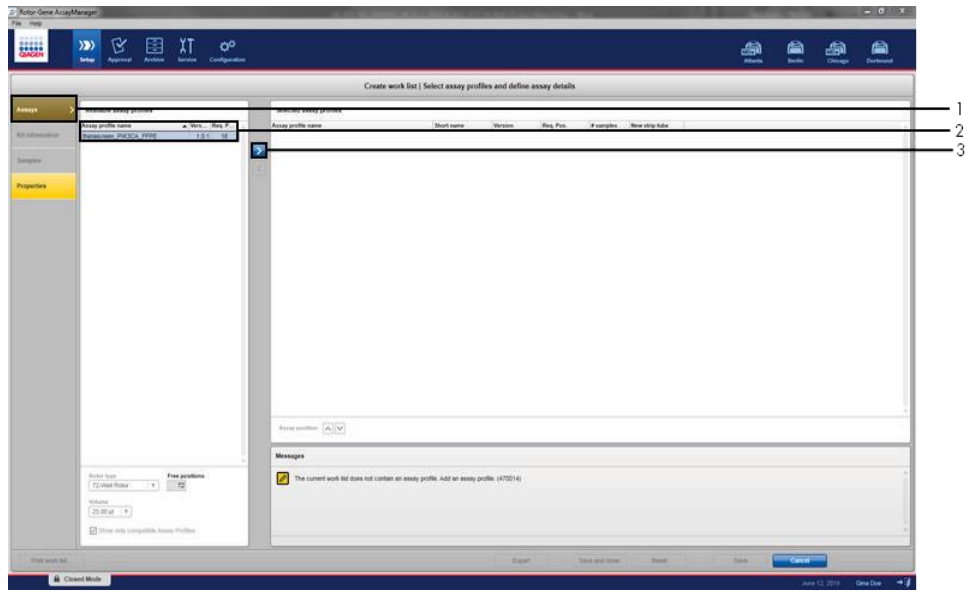

Ilustración 7. Configuración de una nueva lista de trabajo manual: Selección del nombre del perfil de ensayo.
15. Seleccione la pestaña "Assays" (Ensayos) en la parte izquierda de la ventana principal. Dependiendo del tipo de muestra, haga clic en el perfil de ensayo *therascreen_PIK3CA_FFPE* para muestras de tejido o en el perfil de ensayo *therascreen_PIK3CA_Plasma* para muestras de plasma en la lista de perfiles de ensayo disponibles y haga clic en la flecha azul para seleccionar el perfil de ensayo. Si el nombre del perfil de ensayo está truncado, pase el cursor sobre el perfil de ensayo para ver el nombre completo (Ilustración 7).